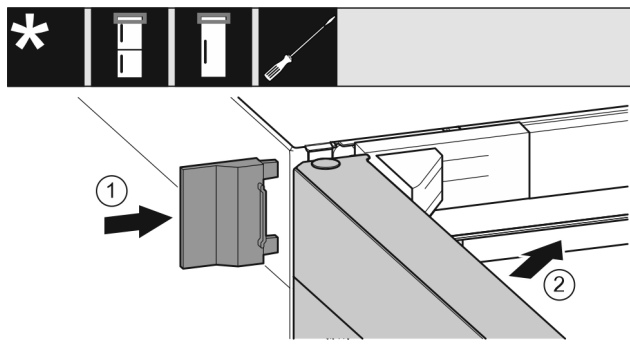

Fig. 21
- Spingere la copertura esterna. Fig. 21 (1)
- Chiudere la porta superiore. Fig. 21 (2)